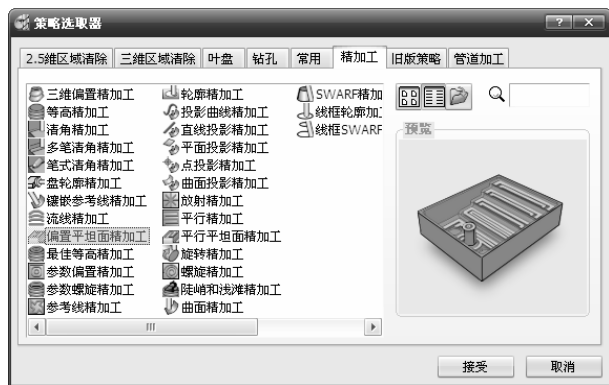

图 3-31 “策略选取器”对话框
1) 单击主工具栏上的“刀具路径策略”按钮, 弹出“策略选取器”对话框, 单击“精加工”选项卡, 在弹出的精加工策略选项中选择“偏置平坦面精加工”加工策略, 如图 3-31 所示。单击“接受”按钮完成。